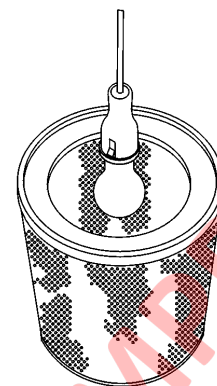

FIGURA 5-3. INSPECCIÓN DEL ELEMENTO DE FILTRO PRINCIPAL
4. Después de la limpieza, inspeccione el elemento minuciosamente en busca de roturas y daños en las empaquetaduras, sin importar lo leves o pequeños que sean. Un buen método para detectar roturas en papel es colocar un foco de luz dentro del elemento de filtro, como se muestra en la Figura 5-3, e inspeccionar la superficie externa del elemento de filtro. Si encuentra orificios o roturas, no reutilice el elemento. Deséchelo y reemplácelo por una pieza nueva.
4. Cuando haya terminado la limpieza, inspeccione el elemento de filtro como se muestra en la Figura 5-3. Si encuentra orificios o roturas, deseche el elemento y reemplácelo por uno nuevo.